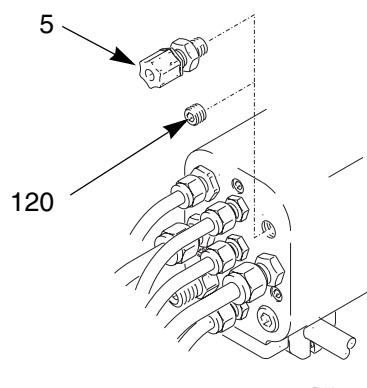

Fig. 6. Raccordo a fibre ottiche
1. Rimuovere la spina (120) dalla porta a fibra ottica e installare il raccordo a fibra ottica (5, spedita separatamente dalla pistola). Vedere Fig. 6.